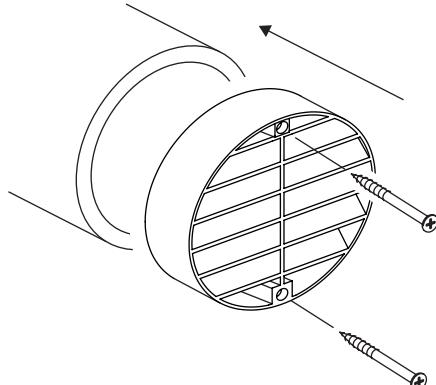

Рисунок 6.5. Размещение решетки
6. Установите воздухозаборную решетку Tion (далее по тексту – решетка) на трубу. Закрепите решетку на трубе с помощью самонарезающих винтов (рис. 6.5).